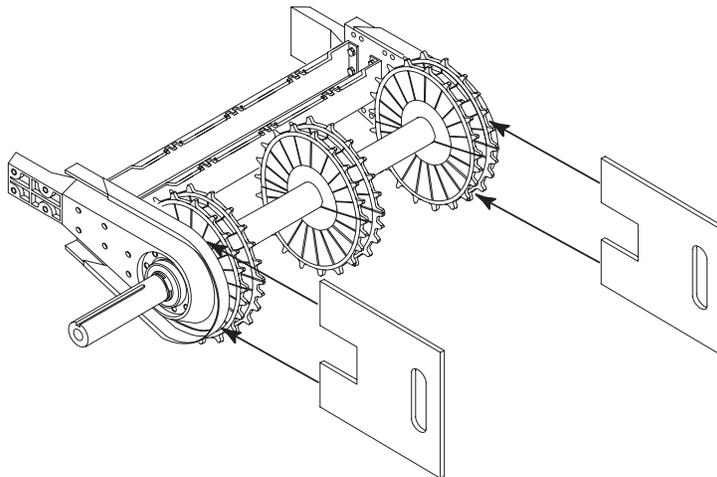

Abbildung 45
- Lösen Sie die Schrauben im Ritzel, das gegen die Seitenplatte scheuert. Positionieren Sie eine 0.075" (2mm) Dichtscheibe zwischen Seitenplatte und Ritzel, wie bei *Abbildung 45* aufgeführt, und ziehen Sie die Ritzelschrauben fest. Entfernen Sie die Dichtscheibe. Während Sie den Schaft mehrere Male drehen, stellen Sie sicher, dass das Ritzel nicht mehr gegen die Seitenplatte scheuert. Wenn das Problem so nicht gelöst wird, ersetzen Sie das scheuernde Ritzel durch ein neues.